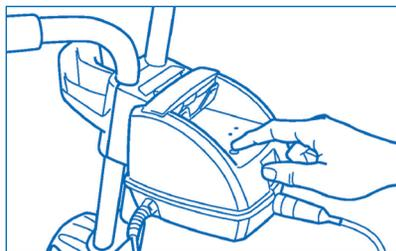

Figura 8
- Para detener el limpiabederos durante el programa, pulse la tecla . **Figura 8.**